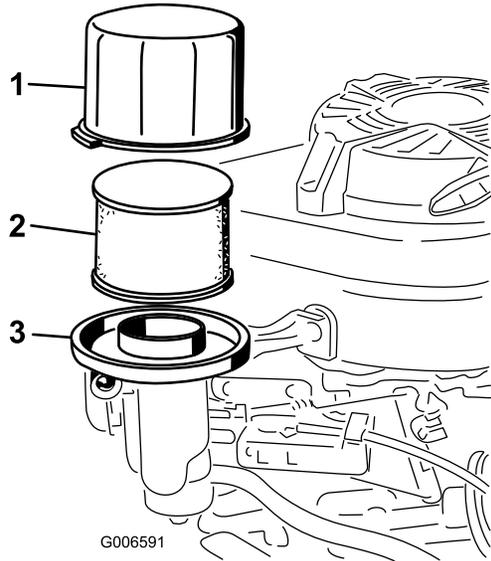

Figura 27
3. Retire la tapa y límpiela a fondo (Figura 27).
4. Retire el prefiltro de gomaespuma del filtro de papel (Figura 27) y sustituya el filtro de papel si está excesivamente sucio.